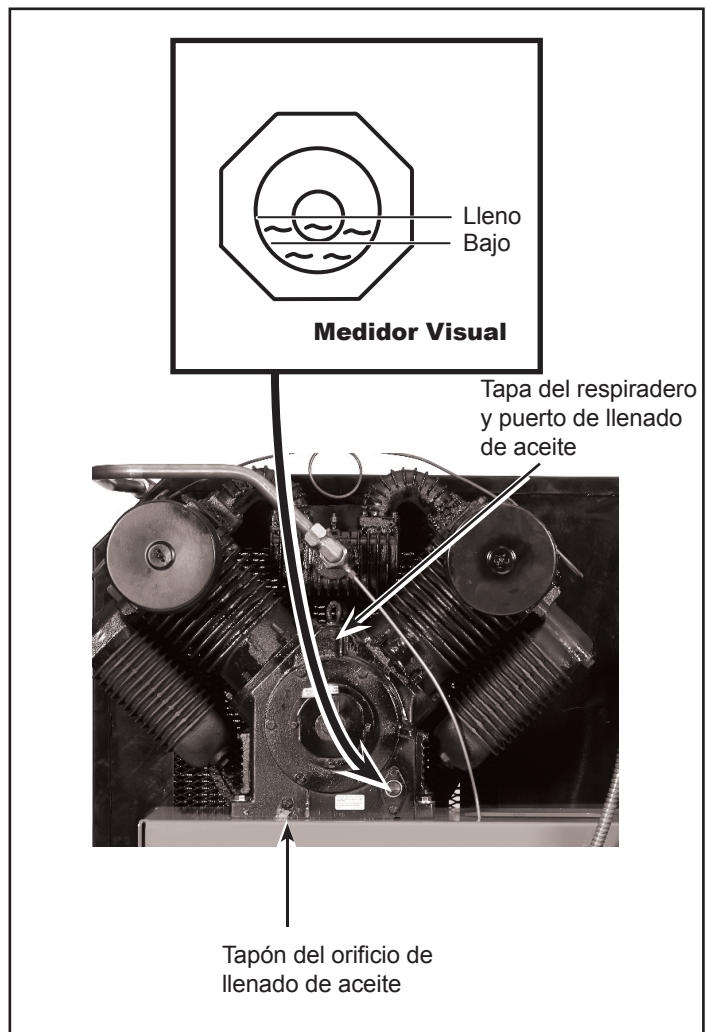

Figura 8
**Llene hasta el centro del calibrador visual (ver Figura 8).**
**Llene la bomba con aceite hasta el centro de la mirilla de medición usando la abertura para llenado de aceite (vea la Figura 8). NO llene la bomba a través de la tapa del respiradero, pues esto podría causar fugas de aceite y hacer que rocíe durante la operación.**